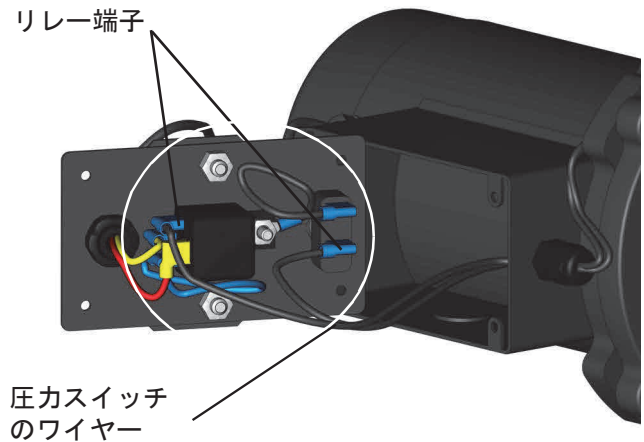

図 29
8. トグルスイッチとリレー端子から、圧カスイッチのワイヤーを取り外します（図 29）。